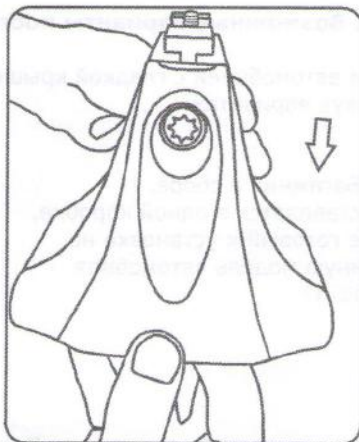

рис. 3
1.2.1 Возьмите из комплекта опору и снимите крышку опоры (рис. 3).